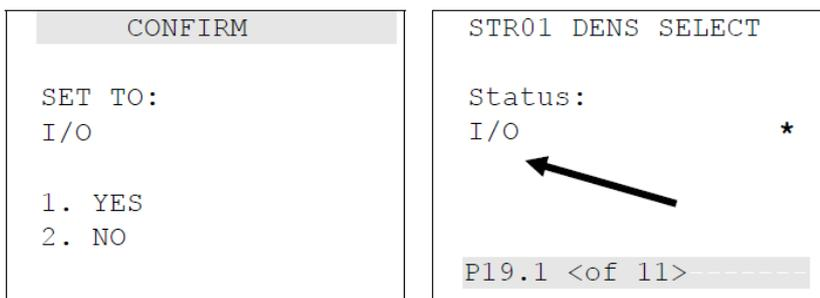

Figura 5-11. Alterando uma Opção de Exibição
3. Pressione uma tecla numérica para selecionar um valor. A tela à esquerda da *Figura 5-11* é exibida.
4. Pressione uma tecla numérica para confirmar o valor selecionado. A tela da esquerda na *Figura 5-11* é exibida, mostrando o novo valor.